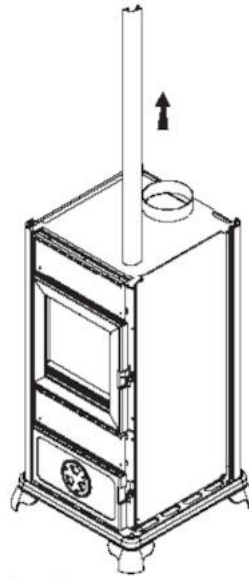

fig. 3
- Quitar el perfil delantero de la propia sede, elevándolo, fig. 3.